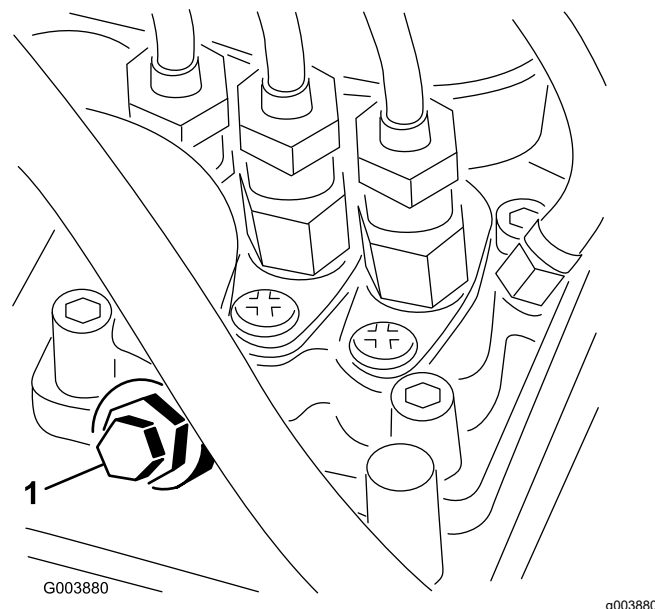

Figure 36
4. Desserrez la vis de purge d'air sur la pompe d'injection (Figure 36).